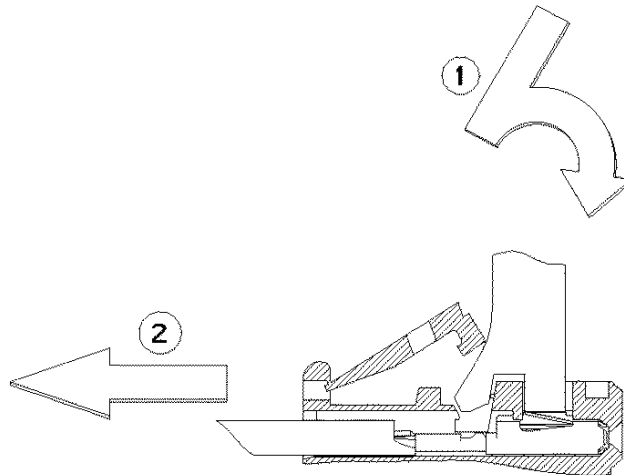

Figure 21
- Basculer l'outil dans la fenêtre de verrouillage du contact (voir figure 21) et maintenir cette position